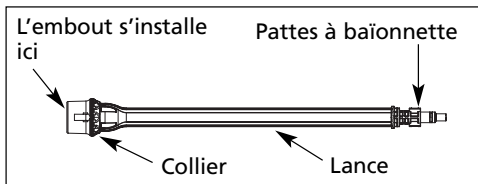

Figure 10
- Pour changer un embout à branchement rapide, engager le verrou de la gâchette du pistolet à la position de sécurité. Tirer le col coulissant de la lance en l'éloignant de l'embout et retirer l'embout de la lance (se reporter à la figure 10).